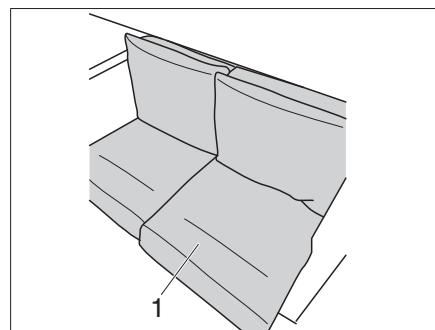

Fig. 222 Posizionare il cuscino
Sul retro, il cuscino del sedile (Fig. 222,1) ha un rinforzo in plastica.
- Posizionare il cuscino del sedile (Fig. 222,1) con il rinforzo sul lato destro.